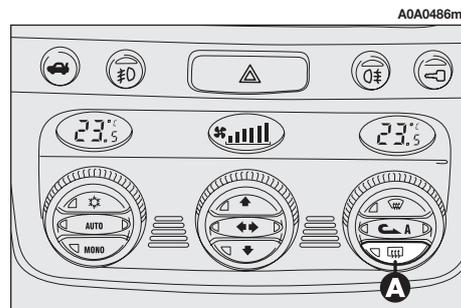

fig. 32
**Sbrinatorio / disappannamento (fig. 32)** Club Alfa Italia - Dove vivere la tua